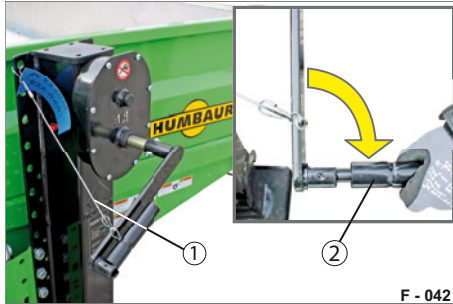

Abb. 23 Handkurbel entsichern
- ▶ Klappen Sie den Griff der Handkurbel (Abb. 23/2) aus.
- ▶ Lösen Sie das Sicherungsseil (Abb. 23/1) von der Handkurbel.